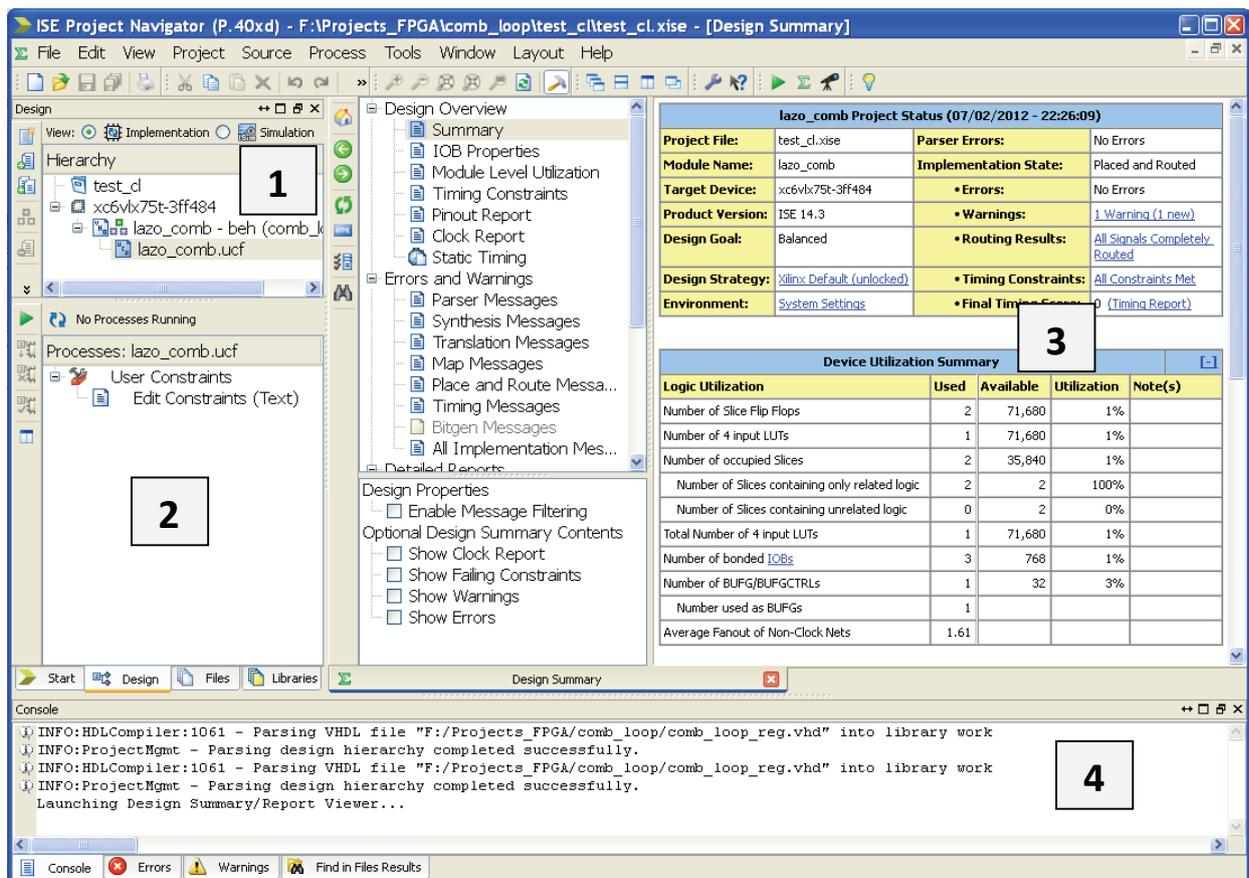

Figura 3 - Ventana principal del ISE
La pantalla principal del ISE es la que aparece en la Figura 3, y sus principales paneles son descritos a continuación de la figura.
- Panel 3: **Espacio de Trabajo**, en este panel se muestra un archivo de VHDL, se puede mostrar un reporte, o tal como se muestra en Figura 3, se detalla un resumen de los recursos del FPGA utilizados para el diseño implementado.